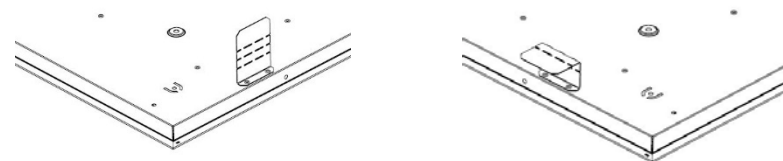

Рисунок 1
- Поместить светильник в ячейку подвесного потолка. Для облегчения монтажа отогнуть кронштейны по технологическим отверстиям для предварительной установки светильника (рисунок 1). Кронштейн позволяет устанавливать светильник в потолок «Грильято» высотой 30, 40 или 50 мм.